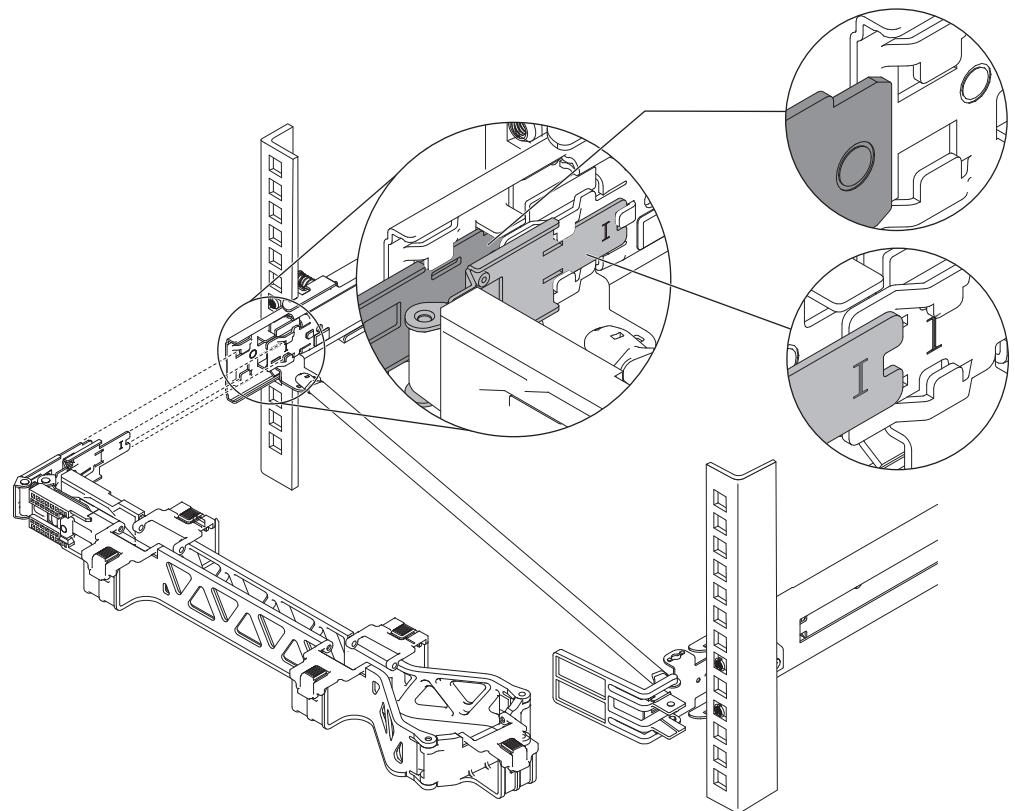

図 36. ケーブル・マネジメント・アームの取り付け
6. 51 ページの図 36 に示されているように、ケーブル・マネジメント・アームを取り付けます。